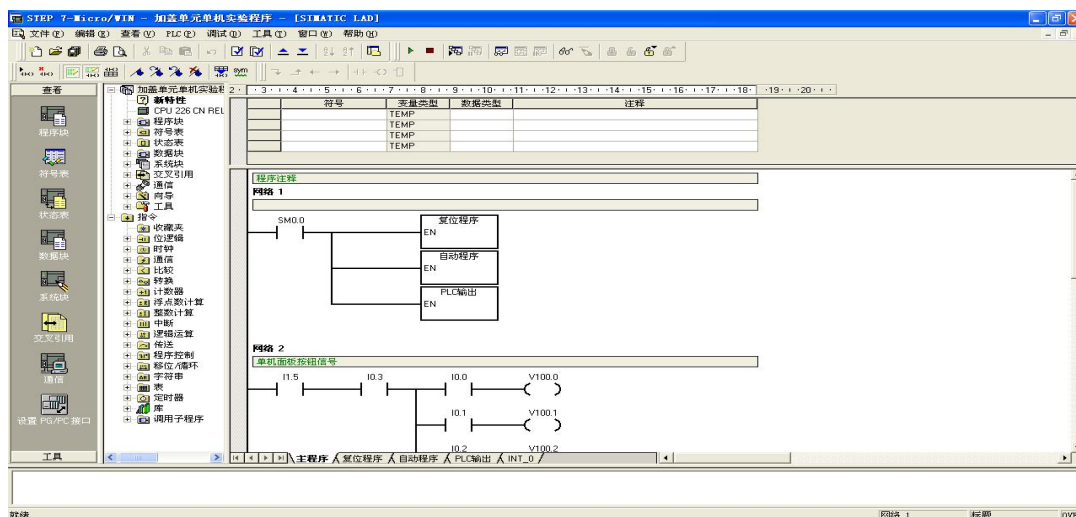

图 1-8-10 加盖单元单机实验程序
- 3、将西门子编程电缆（PPI）连接到加盖单元控制板的 PLC 和计算机上，启动计算机，运行 STEP7-MicroWIN 软件，打开资料库的实验文件夹中“加盖单元单机实验程序.mwp”，出现如图 1-8-10 所示界面；